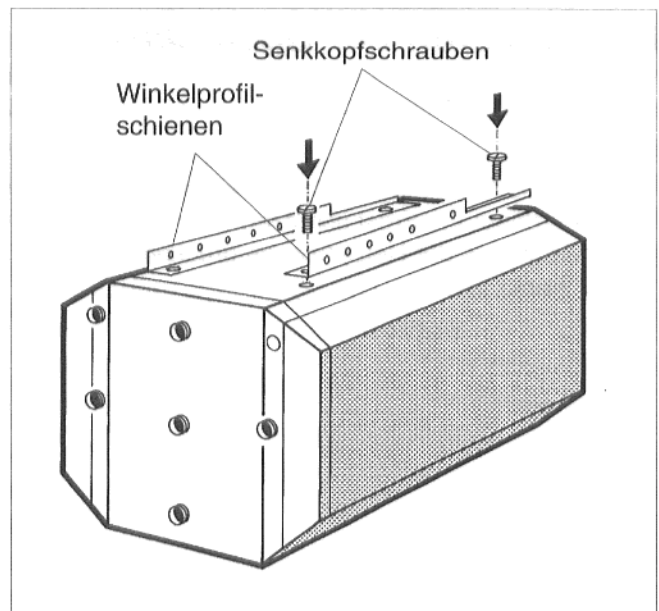

Abb. 3
- Winkelprofilschienen links und rechts mit Senkkopfschrauben M 10 x 25 so auf den Speicher-Brauchwassererwärmer aufschrauben, daß der abgeflachte Teil der Winkelprofilschiene nach vorne zeigt (Abb. 3).